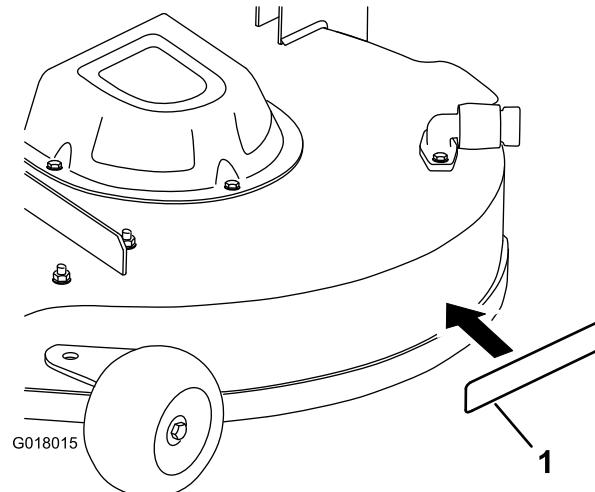

Figure 5
14. Collez l'autocollant à l'emplacement indiqué à la Figure 5.
- C. Ôtez la pellicule de protection au dos de l'autocollant, puis placez l'autocollant à l'endroit prévu (Figure 5).